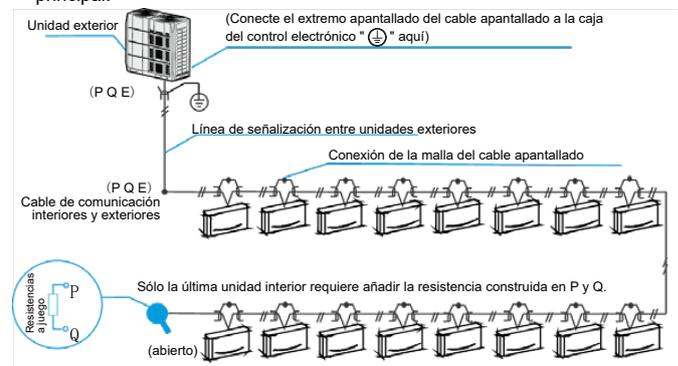

Figura 6.6
- Las unidades interiores y exteriores se comunican a través del puerto serie RS485 (Terminales PQE). El cableado de comunicación entre las unidades interiores y exteriores debe conectar una unidad tras otra en cadena desde la unidad exterior a la unidad interior final, y la malla apantallada debe estar correctamente conectada a tierra, y debe añadirse una resistencia a la última unidad interior para mejorar la estabilidad del sistema de comunicación (véase la figura 6.6).